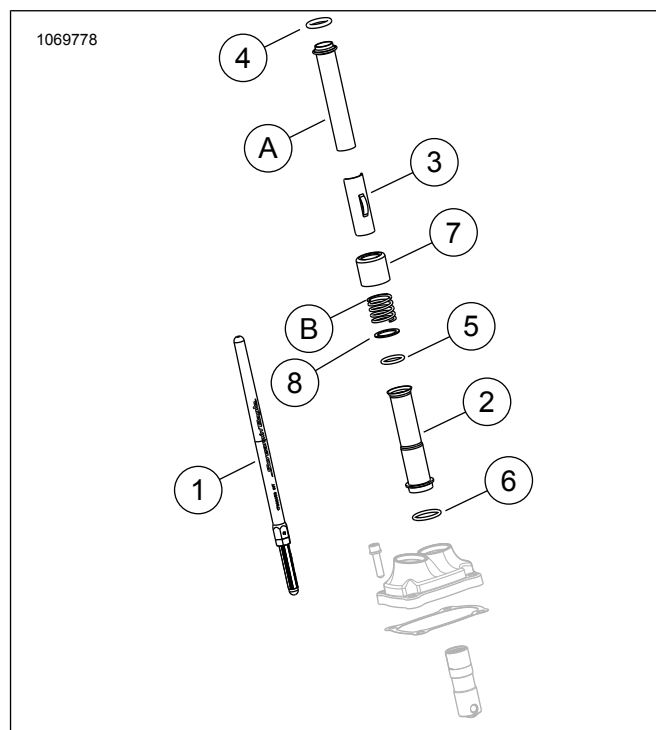
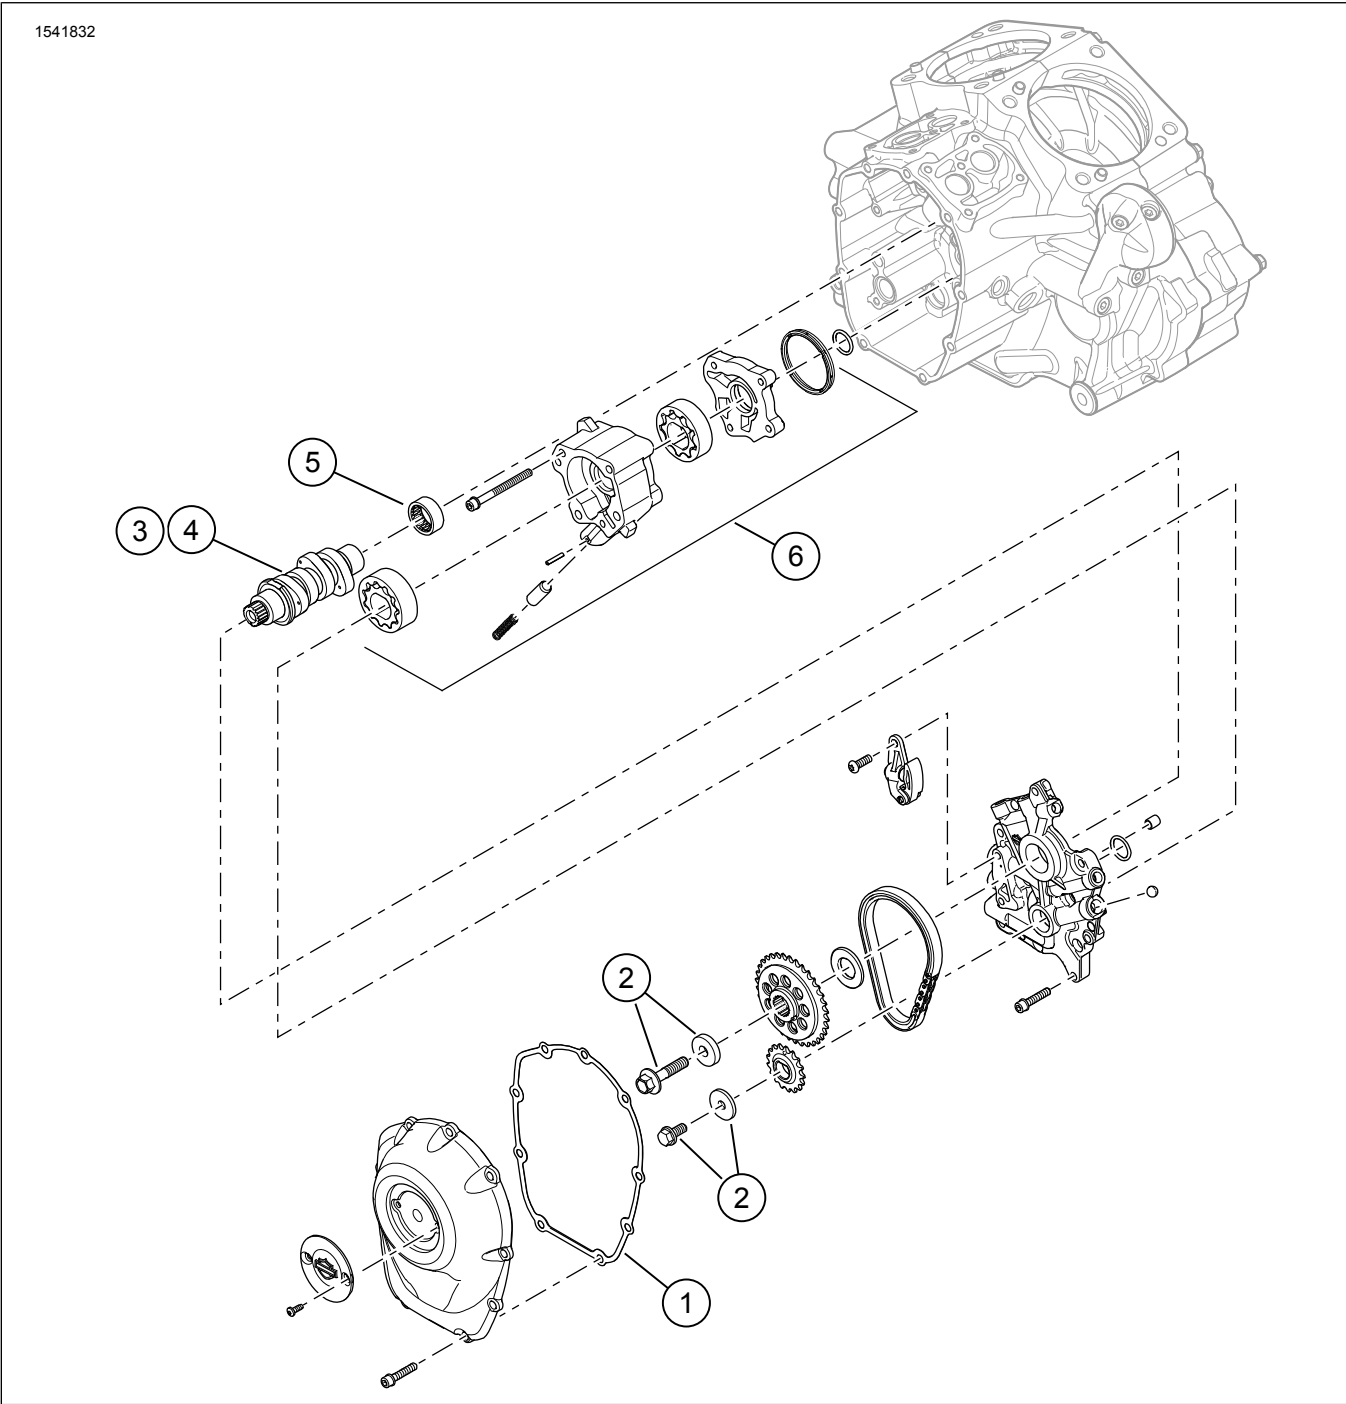

Figura 3. Peças de reposição
Figura 4. Peças de reposição: Kit Screamin' Eagle Milwaukee-eight Stage 2
Veja da Figura 3 a Figura 4 da Tabela 2 a Tabela 3.
1. Veja a figura 4. Instale a bomba de óleo. Consulte MOTOR no Manual de serviço.